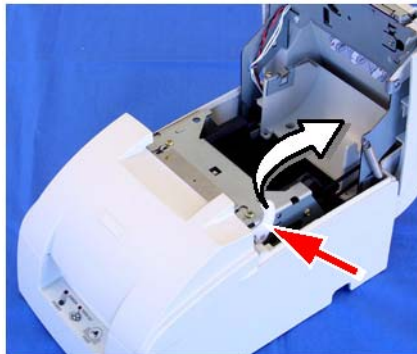

Ilustración 2-6 – Abriendo la unidad (sólo para Tipo A).
3. **Sólo para el Tipo A:** Abra la unidad usando la palanca de apertura, tal como se muestra en la ilustración 2-6.
3. **Sólo para el Tipo A:** Extraiga el recogedor de papel y abra la unidad usando la palanca de apertura, tal como se muestra en la ilustración 2-6; a continuación retire el núcleo del rollo de papel usado.